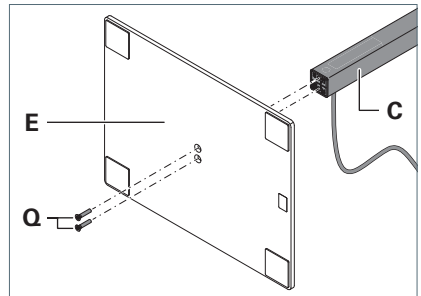

Fig. 4: Standrohr montieren.
3. Montieren Sie das Standrohr mit den mitgelieferten Schrauben **Q** am Leuchtenfuß **E**, siehe Fig. 4.